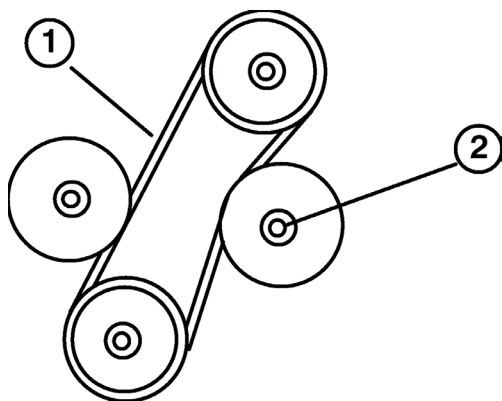

Figure 35
3. La courroie doit présenter une flèche de 6 mm quand une force de 22 Nm est exercée à mi-chemin entre les poulies (Fig. 35). Si ce n'est pas le cas, passez au point 4, sinon passez au point 5.
2. Desserrez le contre-écrou de fixation de la poulie de tension réglable, éloignez la poulie de la courroie et sortez la courroie des poulies (Fig. 35).
3. Installez une courroie neuve et réglez sa tension. Poussez la poulie de tension contre la courroie jusqu'à ce que vous obteniez une flèche de 6 mm quand vous exercez une force de 22 Nm à mi-course entre la poulie supérieure et la poulie de renvoi fixe. Resserrez le contre-écrou de la poulie de tension pour fixer le réglage (Fig. 35).